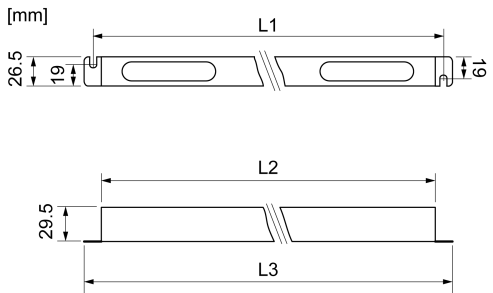

Bild 4: Maßzeichnung
- In der Nut Bohrungen für die Befestigung der Leuchten vorbereiten. Für den Abstand der Bohrungen Maßzeichnung beachten (Bild 4).